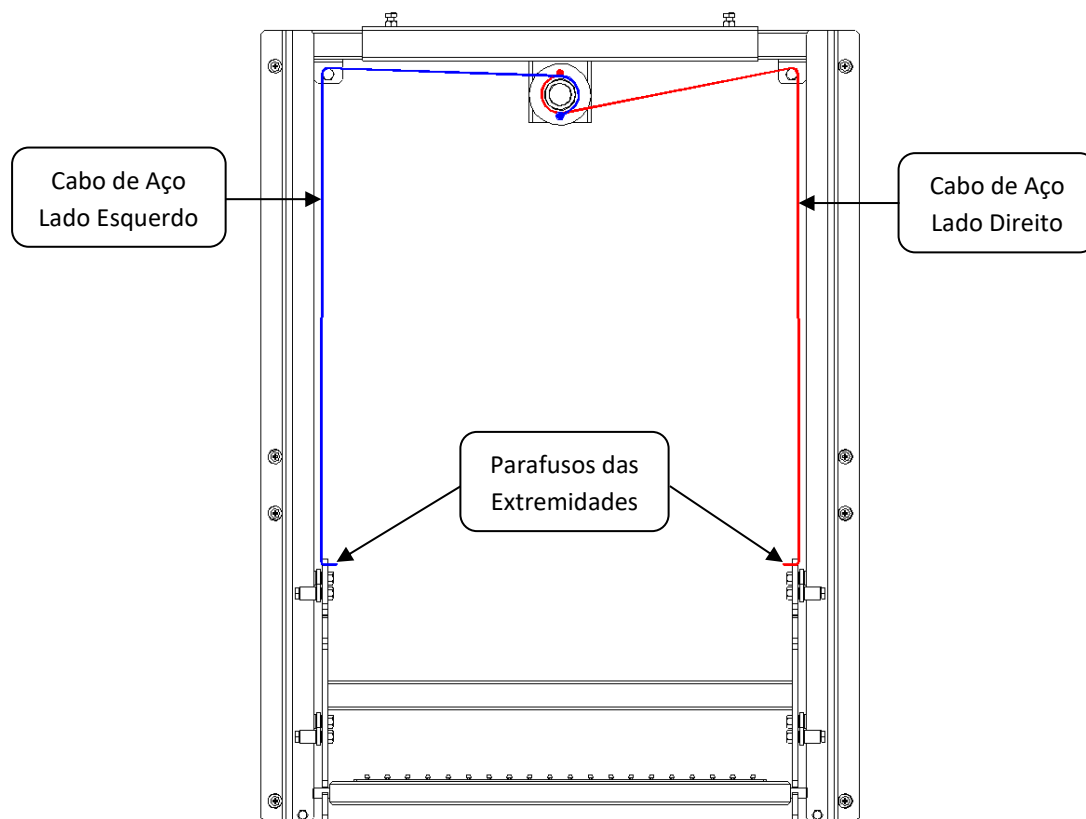

Figura 15
- a) Um dos pontos mais importantes é a instalação dos Cabos de Aço responsáveis por fazer a movimentação de subida e descida da(s) grelha(s) do seu equipamento. Os mesmos devem ser passados com a parte da ponteira fixa pela furação da Roldana de Tração conforme figura 15 abaixo.